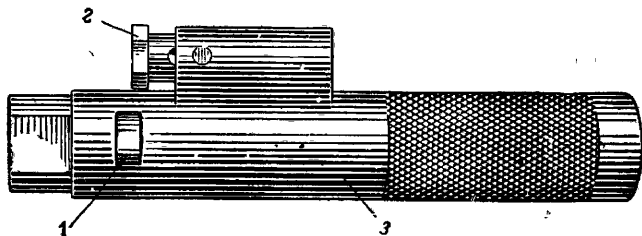

Рис. 42. Трубка возвратно-боевой пружины с защёлкой:
**Трубка возвратно-боевой пружины с защёлкой** (рис. 42) введена вновь в связи с перенесением возвратной пружины